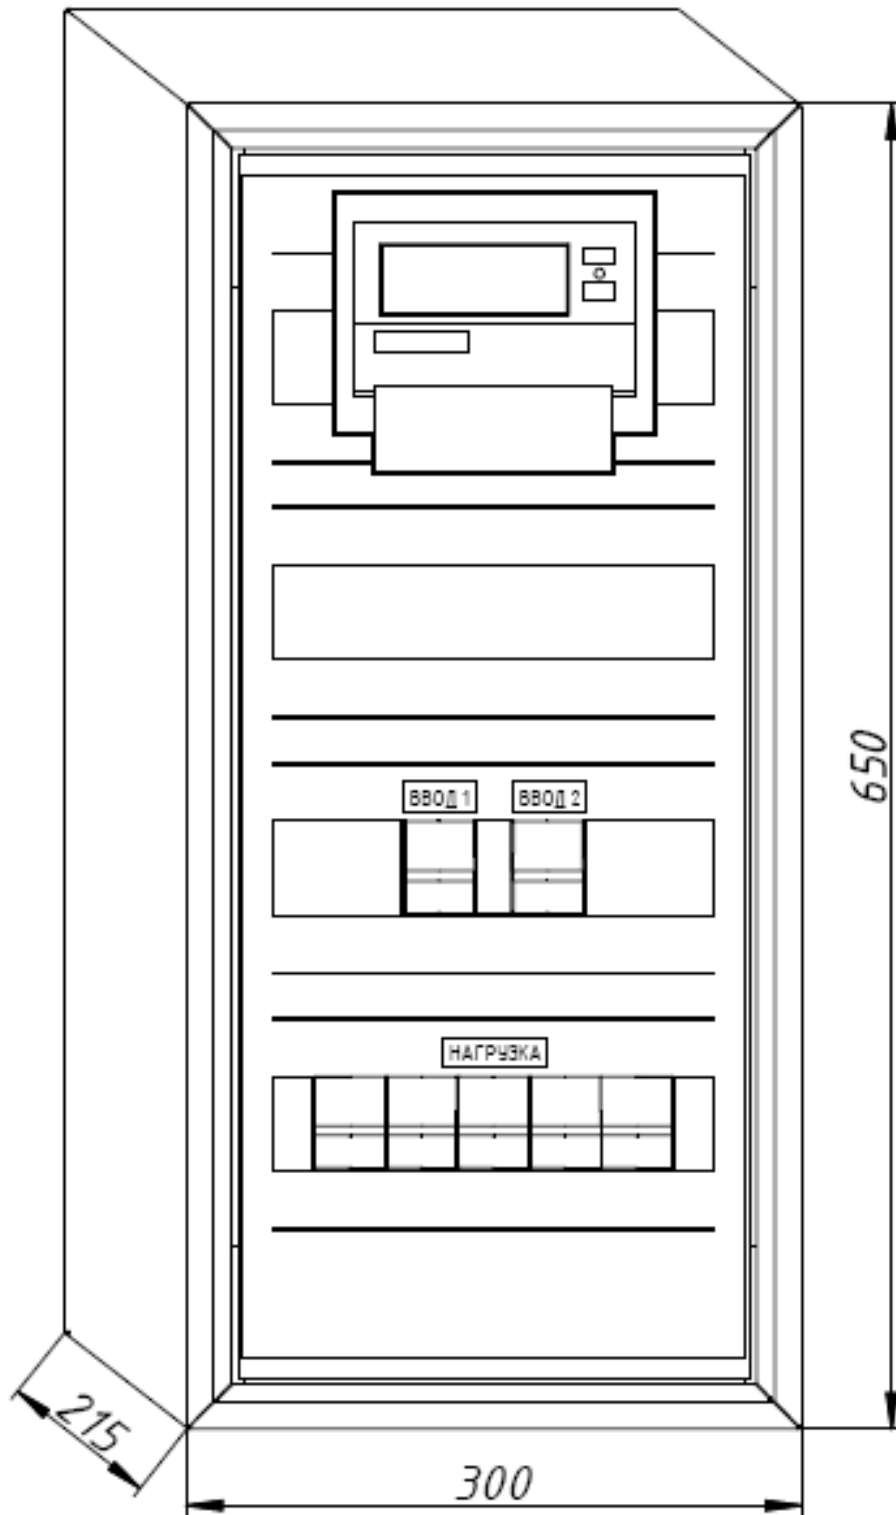

Рис. 1.
2.5 Габаритные размеры щита указаны на рис. 1.